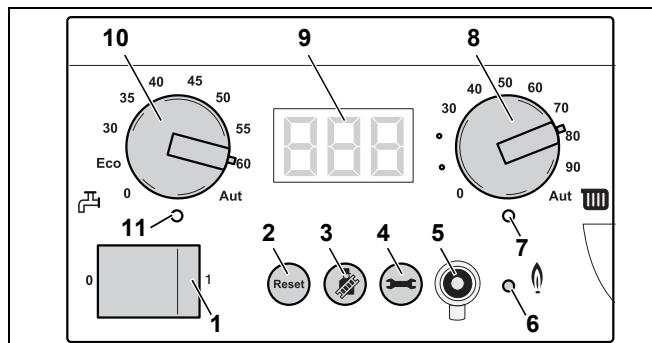

Fig. 59 BC10
- Rotiți la stânga butonul rotativ pentru temperatura maximă a apei cazanului (fig. 59, poz. 8) și butonul rotativ pentru valoarea nominală a apei calde (fig. 59, poz. 10) în poziția "0".